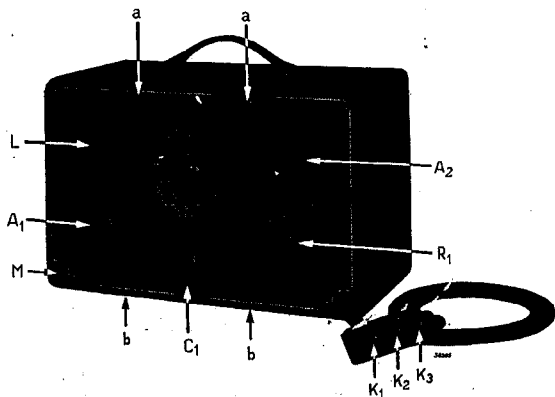
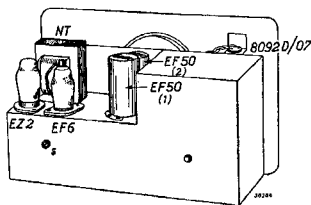

Fig. 1
Fig. 2
Zijn bij aflevering van het instrument de buizen nog niet ingezet of moeten één of meer buizen worden vervangen, dan moet het apparaat eerst uit de kast worden genomen. Hiertoe moeten de twee bevestigingsschroeven „a” en de twee bevestigingsschroeven „b” (fig. 1) vooraan de onderzijde worden verwijderd.
De volgende Philips „Miniwatt” buizen worden nu volgens fig. 2 in het apparaat gezet:
BEDIENING (Fig. 1).
De uitgangsspanning kan van de klemmen K_3 (aarde) en K_1 (fig. 1) worden afgenomen. (Voor de aansluiting worden twee snoertjes met steker en kabelschoentje meegeleverd.)
- Fig. 1 Principeschema nieuwe uitvoering.
- Fig. 2 Principeschema oude uitvoering.
SCHEMA BESCHRIJVING (zie fig. 1; vorige uitvoeringen fig. 2)